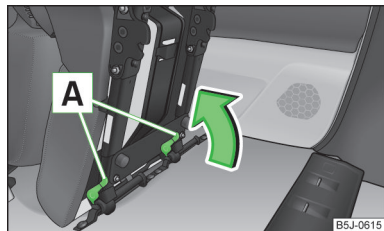

Fig. 60
- Bloccare il sedile alla fine della guida premendo i bloccaggi del sedile **A** » fig. 60 nella direzione indicata dalla freccia.
- Se il sedile è smontato, questo dovrà essere dapprima inserito sulla guida e quindi bloccato » fig. 60 a pagina 74. Tirando verso l'alto assicurarsi che il sedile sia bloccato in maniera corretta.